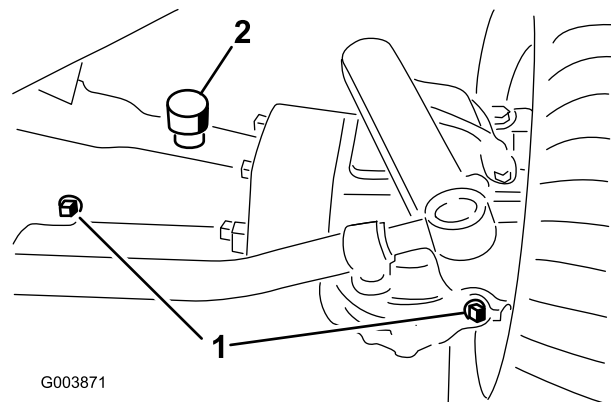
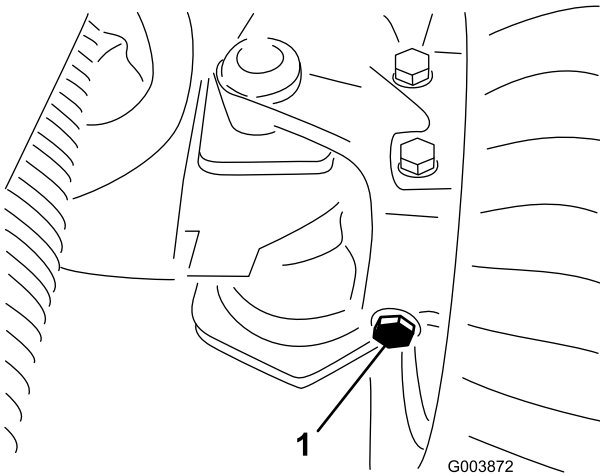

Bild 29
Bild 30
2. Entfernen Sie die drei Prüfschrauben aus der Achse (Bild 29 und Bild 30) und stellen Sie sicher, dass der Schmierstoff die Unterseite aller Löcher erreicht.